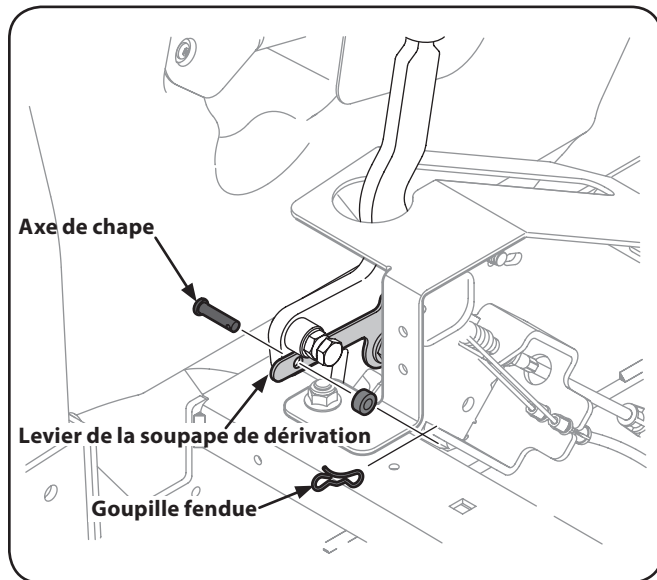

Figure 3-3
5. Pour démonter le frein de stationnement, faites basculer le siège vers l'avant, puis repérez la goupille fendue et l'axe de chape qui retiennent le levier de la soupape de dérivation à la poignée du frein de stationnement. Voir Figure 3-3.